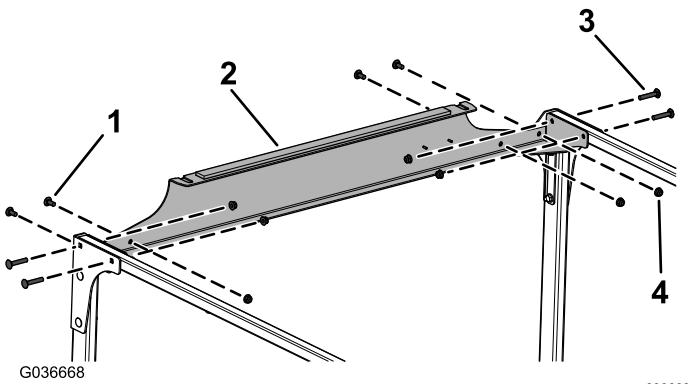

**Figura 9**
8. Instale provisionalmente las placas traseras derecha e izquierda y los refuerzos de esquina a los tubos de enlace transversal y los apoyos del parabrisas derecho e izquierdo con 8 pernos de cuello cuadrado (5/16" x 1¾") y 8 tuercas con arandela prensada (5/16"), tal y como muestra en la Figura 9.